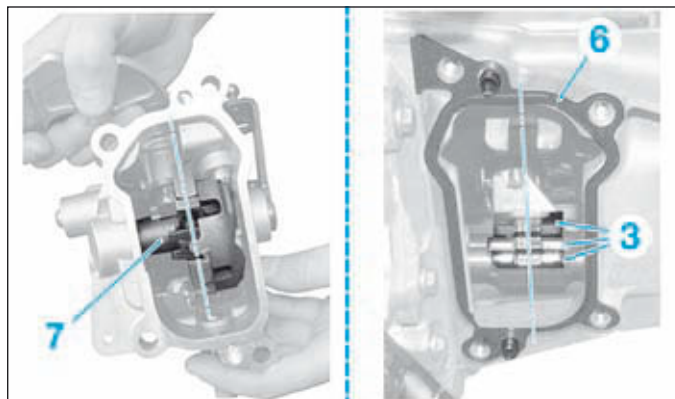

FIG.16
- Remplacer systématiquement le joint d'étanchéité (6) (Fig.16).
- Vérifier le bon alignement des doigts de passage (7) du module et contrôler le bon alignement des croses de fourchettes (8).